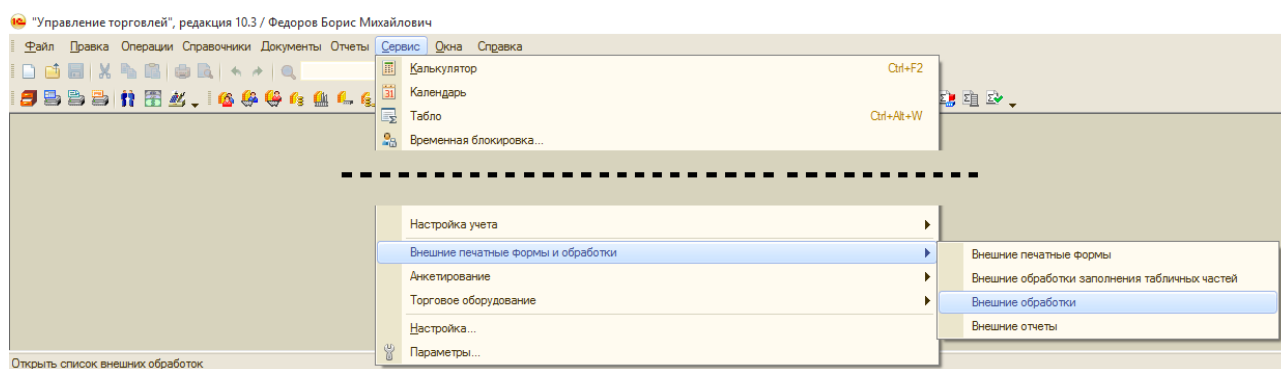

Рис. 11
2. В меню «Сервис» выберите подраздел «Внешние печатные формы и обработки», и в нём — команду «Внешние обработки» — Рис. 11 (для УТ 10.3).
2. В меню «Сервис» выбрать подраздел «Внешние печатные формы и обработки», и в нём — команду «Внешние обработки» — Рис. 11 (для УТ 10.3).